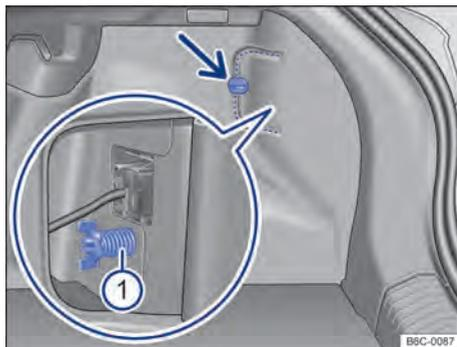
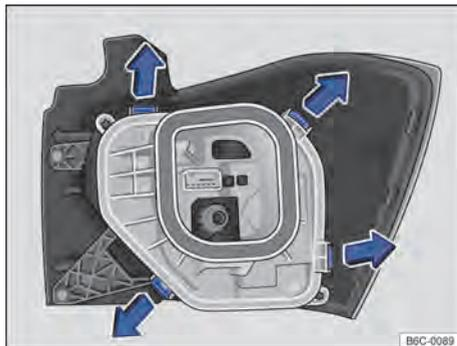

Fig. 188 No compartimento de bagagem: desinstalar cobertura e retirar o parafuso borboleta ① (lupa).
Fig. 189 Lanterna traseira: desinstalar o suporte das lâmpadas
- ① Observar a lista de controle e executar as ações → Página 244.
- ② Abrir a tampa traseira → Página 78.
- ③ Para abrir a cobertura da lanterna, girar a trava → Fig. 188 (seta).
- ④ Abrir a cobertura junto com a trava para o lado.
- ⑤ Soltar o parafuso borboleta ① (lupa) e retirá-lo, segurando, ao mesmo tempo a lanterna traseira. ▶
- ⑥ Puxar cuidadosamente a lanterna traseira para fora, para desencaixá-la da carroceria → ①.
- ⑦ Desencaixar o conector de alimentação das lâmpadas da lanterna, para remover totalmente a lanterna.
- ⑧ Colocar a lanterna traseira sobre uma superfície limpa e lisa.
- ⑨ Para destravar o suporte das lâmpadas, pressionar cada lingueta de travamento → Fig. 189 no sentido das setas.
- ⑩ Remover o suporte das lâmpadas cuidadosamente.
- ⑪ Para remover as lâmpadas incandescentes queimadas pressionar a lâmpada contra o alojamento e girar no sentido anti-horário.
- ⑫ Substituir a lâmpada incandescente queimada por uma lâmpada incandescente nova do mesmo modelo.
- ⑬ Para inserir as novas lâmpadas no suporte das lâmpadas, introduza a nova lâmpada no respectivo alojamento. Pressionar a lâmpada e girar no sentido horário até o batente.
- ⑭ Certificar-se de que as lâmpadas estão corretamente fixadas no suporte das lâmpadas.
- ⑮ Instalar o suporte das lâmpadas na lanterna traseira. As linguetas de travamento → Fig. 189 devem encaixar de forma audível.
- ⑯ Colocar o conector de alimentação na lanterna.
- ⑰ Encaixar a lanterna traseira cuidadosamente no alojamento da carroceria.
- ⑱ Segurar a lanterna traseira na posição de montagem com uma das mãos e aparafusar com a outra o parafuso borboleta → Fig. 188 ①.
- ⑲ Recolocar a cobertura da lanterna em sua posição e girar a trava para fechar.
- ⑳ Fechar a tampa traseira → Página 78.
① NOTA